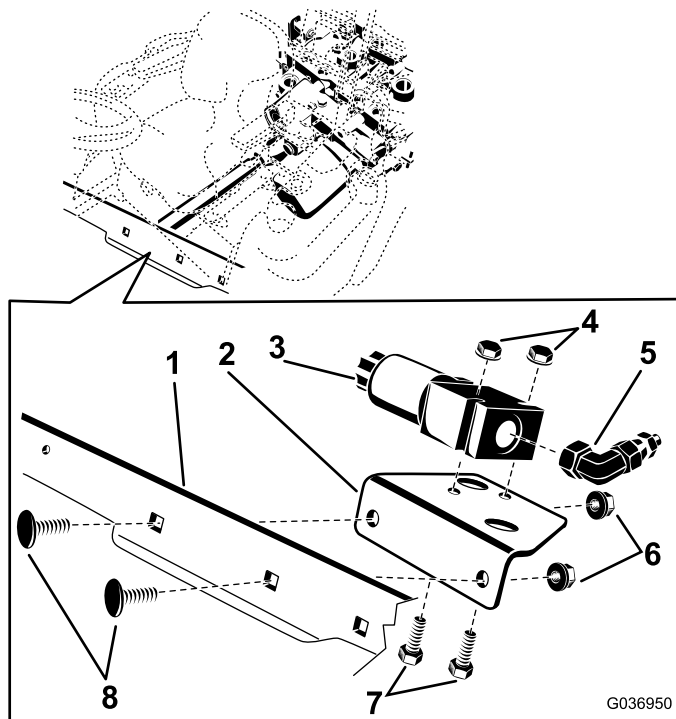

図 1
2. 取り付けプレートをフレームのクロス部材に取り付けるねじ3/8 x 1 インチ 2本とナット 3/8 インチ 2個を使用する。プレートは 図 1 の位置に取り付ける。
3. 90°アダプタフィッティングを、デファレンシャルロックバルブの端に 図 1 に取り付ける。
4. 取り付けプレートをデファレンシャルロックバルブを取り付けるねじ1/4 x 2 インチ 2本とナット 1/4 インチ 2個を使用する。デファレンシャルロックバルブは 図 1 に示す向きに取り付ける。